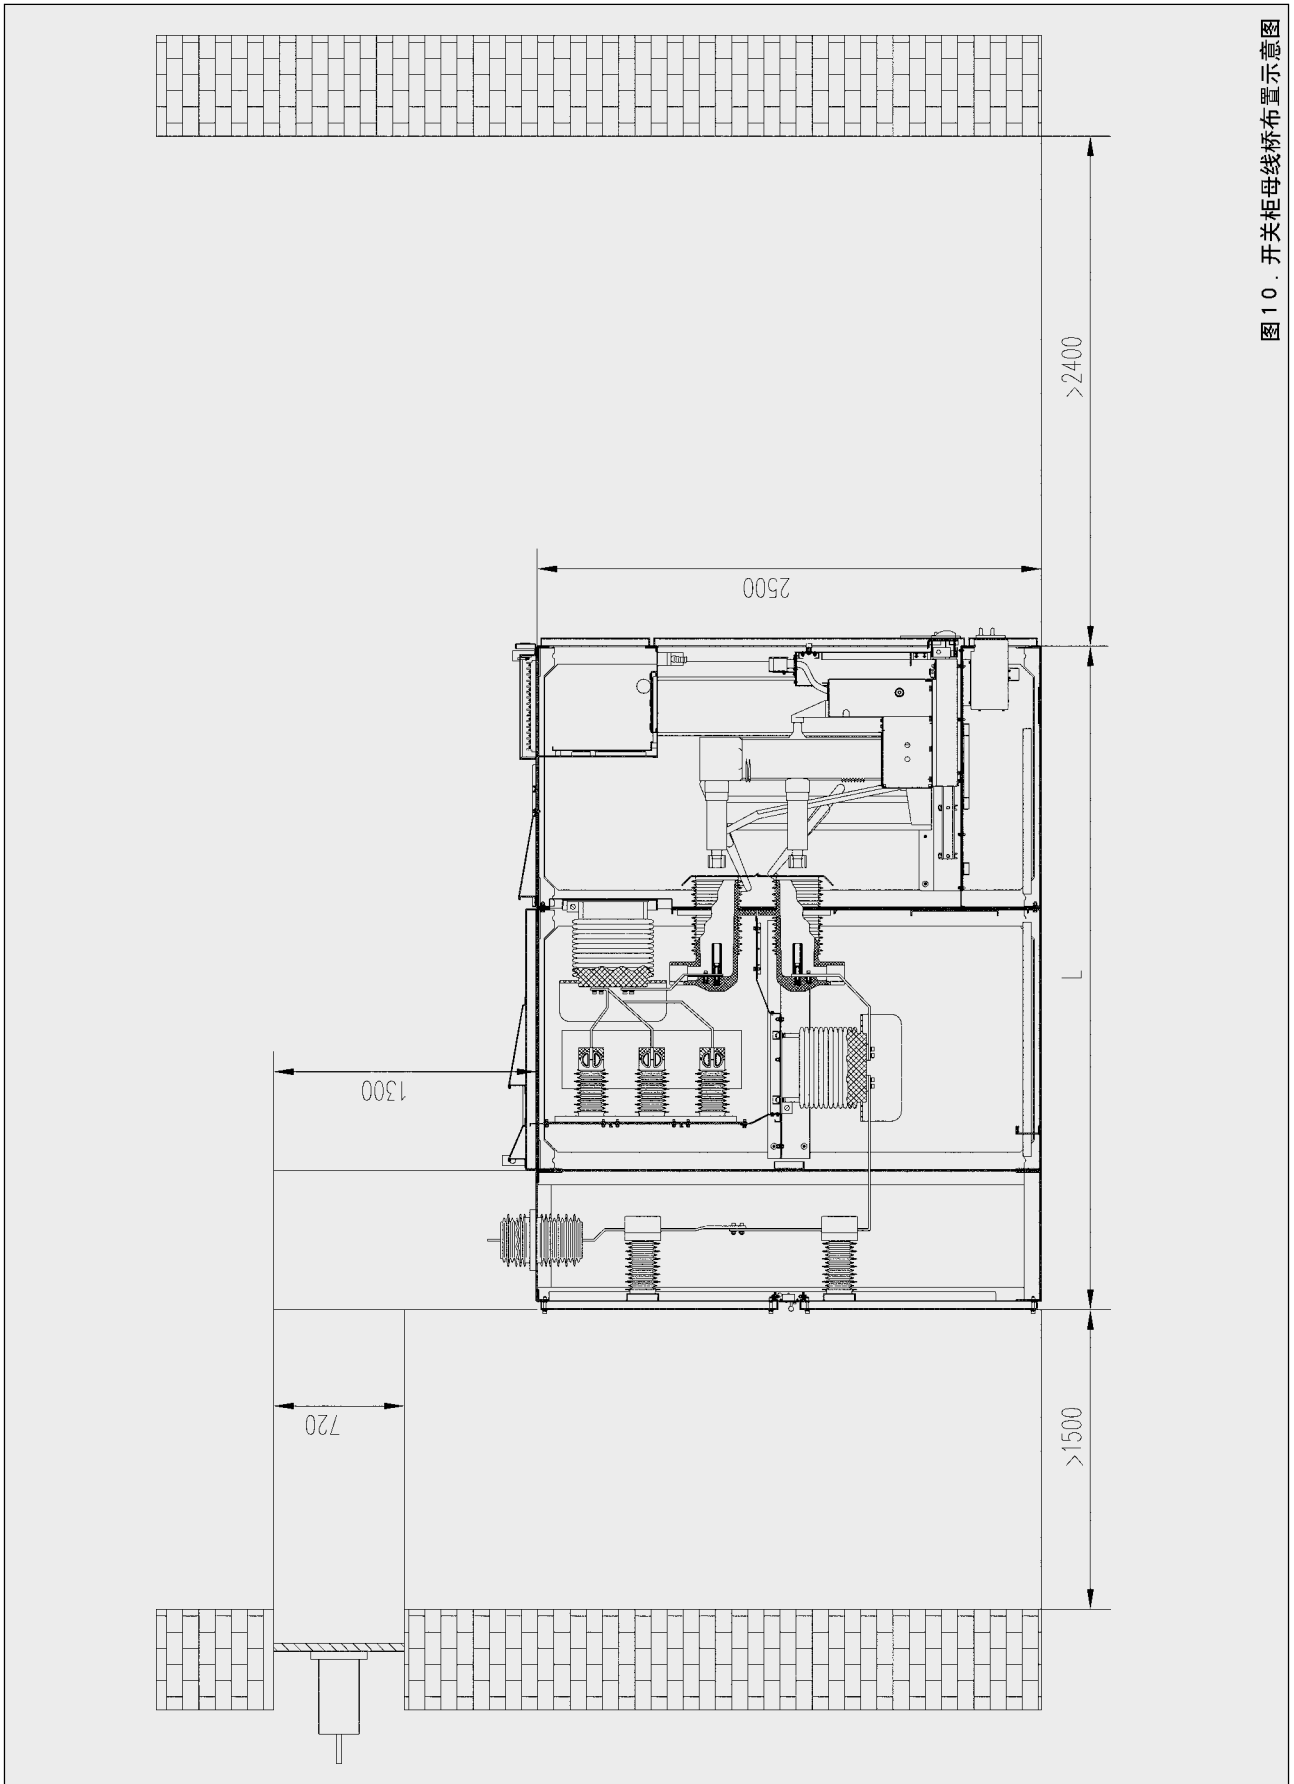
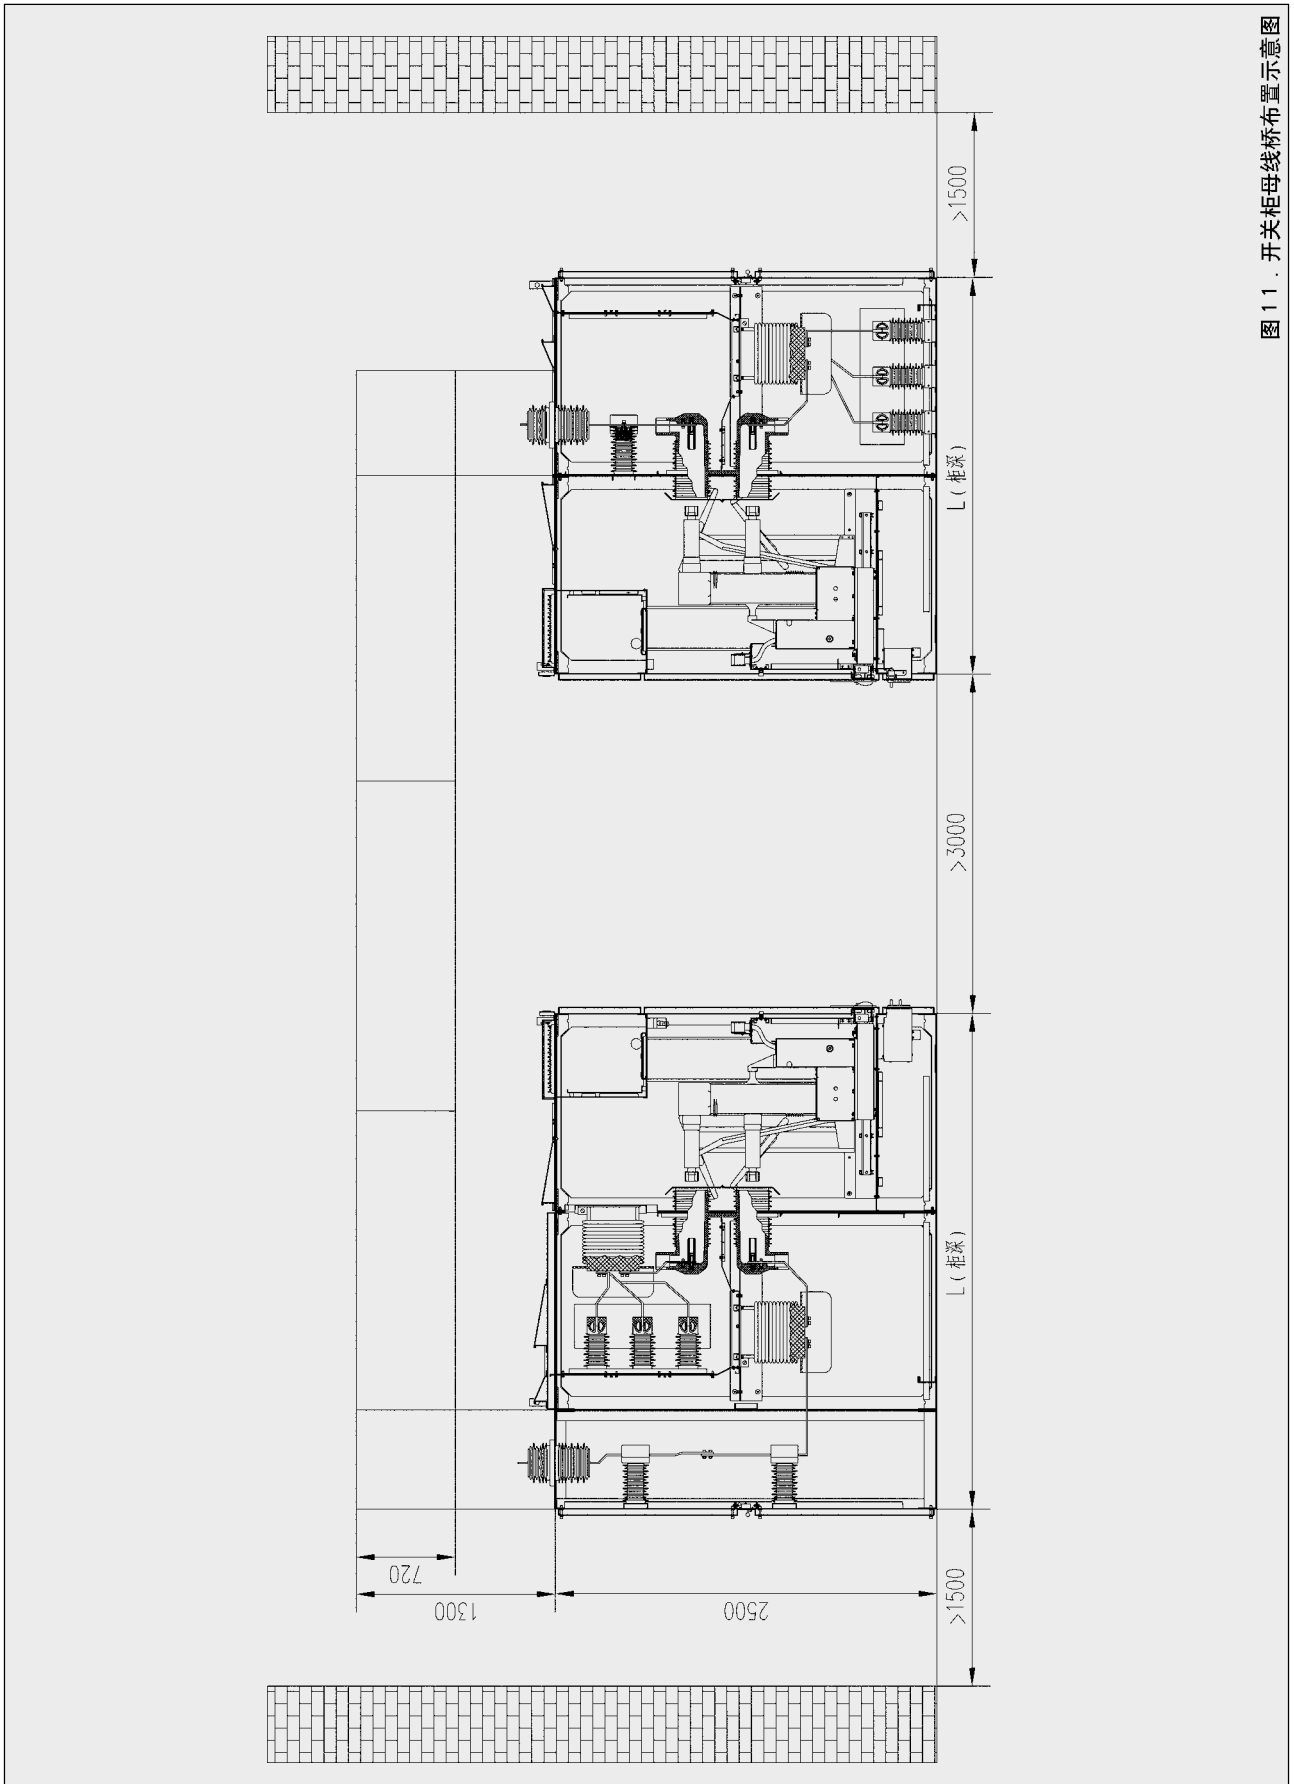

图 10. 开关柜母线桥布置示意图
图 11. 开关母线桥布置示意图
2. 本型开关柜是不靠墙安装设计, 开关柜布置时的尺寸请参考图 10、图 11。